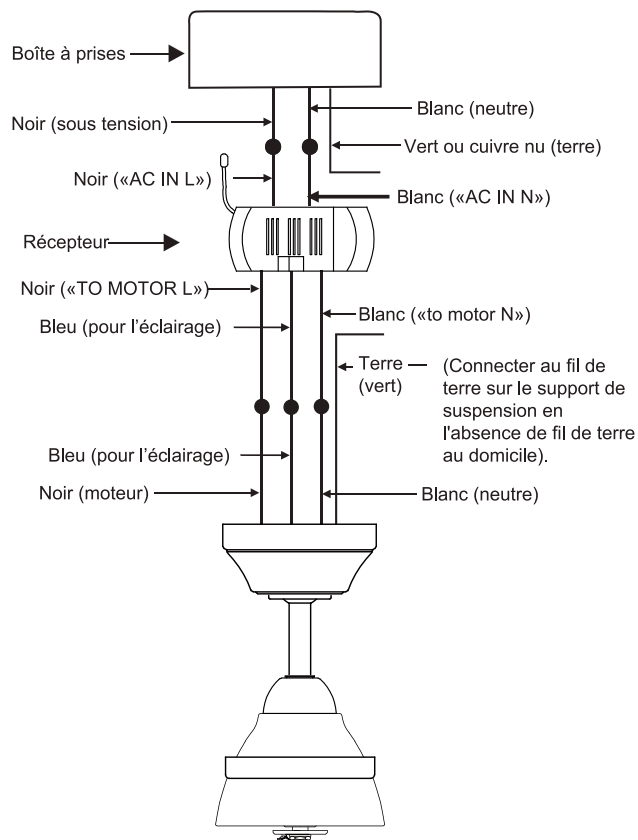

Fig. 15
Étape 2. Connexions électriques entre le moteur et le récepteur : (Fig.15)
Étape 3. (Fig.15) Connexions entre récepteur et fils d'alimentation du domicile : Connectez le fil noir (sous tension) du plafond au fil noir marqué "AC in L" du récepteur. Connectez le fil blanc (neutre) du plafond au fil blanc marqué "AC IN N" du récepteur. Sécurisez les connexions de fils avec les connecteurs en plastique (fournis).
Étape 4. (Fig.15) Si la boîte à prises a un fil de masse (vert ou cuivre nu), le connecter aux fils de mise à la terre du ventilateur : en l'absence de ce fil, connecter le fil de mise à la terre du ventilateur au support de montage. Sécurisez la connexion du fil avec l'écrou en plastique (fourni). Après avoir connecté les fils, séparez-les de sorte que les fils verts et blancs se trouvent sur un côté de la boîte à prises et les fils noirs et bleus de l'autre côté.